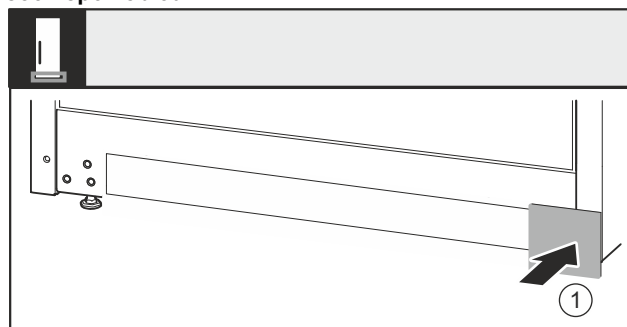

Fig. 39
- ▶ Kryt Fig. 39 (1) opět nasad'te na druhé straně.